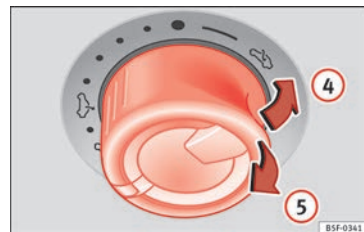

Fig. 12 Sur le toit intérieur : pousser ou tirer le bouton pour relever le toit et le fermer.
- Pivotement : poussez la commande en position » fig. 12 ④. Pour obtenir une position intermédiaire, maintenez la commande enfoncée jusqu'à parvenir à la position souhaitée.
- Abaissement : tirez la commande vers la position » fig. 12 ⑤. Pour obtenir une position intermédiaire, maintenez la commande enfoncée jusqu'à parvenir à la position souhaitée.